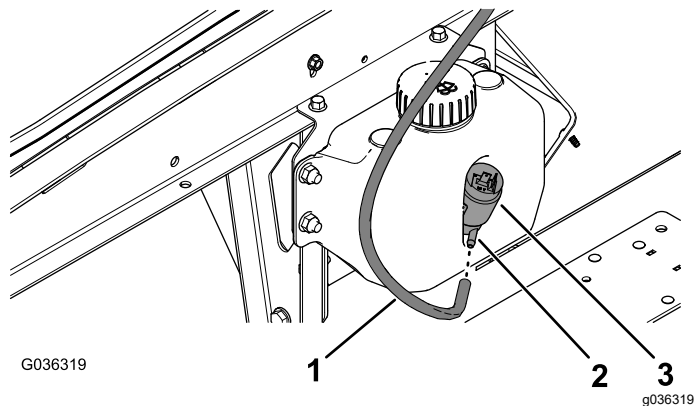

図 8
1. ウォッシャー液タンクのところで、ホースをポンプのフィッティングパーブに合わせる 図 8。
2. ホースをフィッティングの根本まで完全に押し込む 図 8。